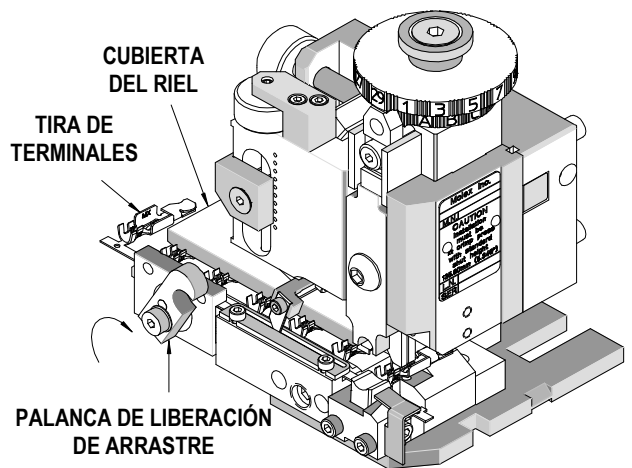

Figura 2-27
- Con una llave hexagonal de 3 mm, afloje los tornillos (2) M4 SHCS que sujetan la cubierta del riel guía en posición. Véase la Figura 2-27.